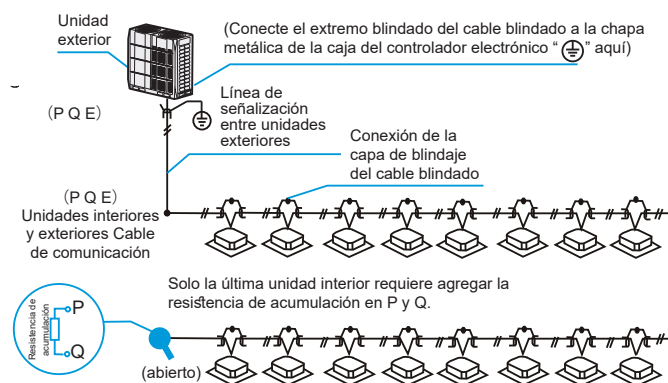

Figura 40
- El cableado de comunicación entre la unidad interior y la exterior debe conectar una unidad tras otra en una conexión en cadena de la unidad exterior a la unidad interior final, y la capa de blindaje debe estar conectada a tierra correctamente, y se debe agregar una resistencia integrada a la última unidad interior para mejorar la estabilidad del sistema de comunicación (vea la Figura 40).